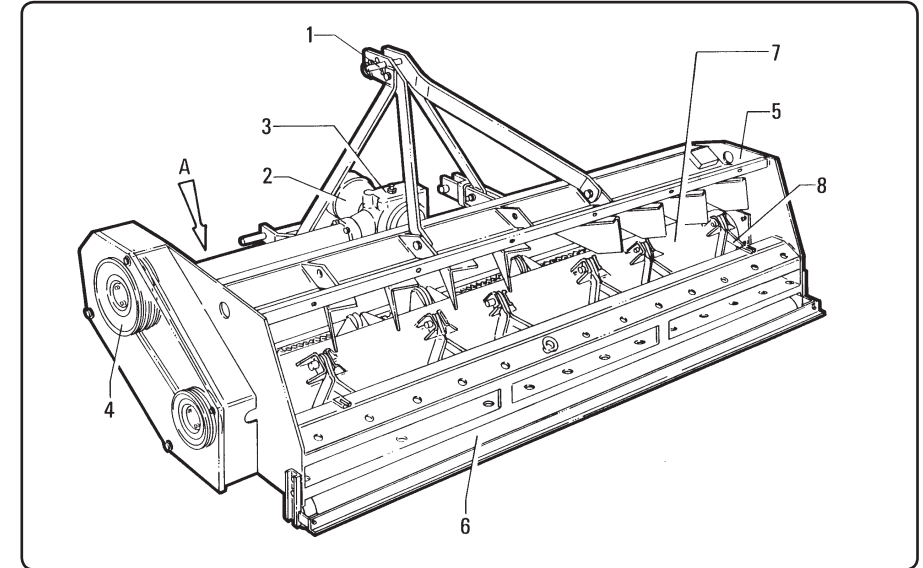

fig. 1.3.1
1.3 - Hauptteile (Abb. 1.3.1)
Legenda parti principali fig. 1.3.1